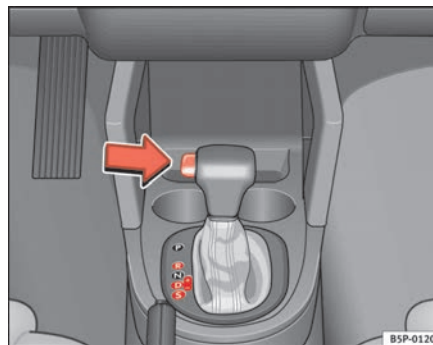

Abb. 141 Fahren
- Drücken Sie den Taster am Wählhebel (links am Wählhebel) ⇒ Abb. 141.